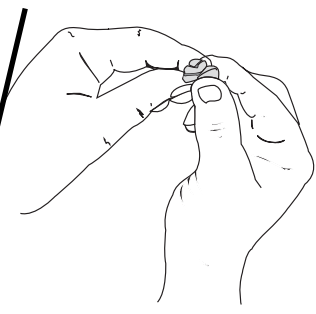

Fig. 28
5. Pressez le filtre pour répartir et drainer l'excédent d'huile (Fig. 28).